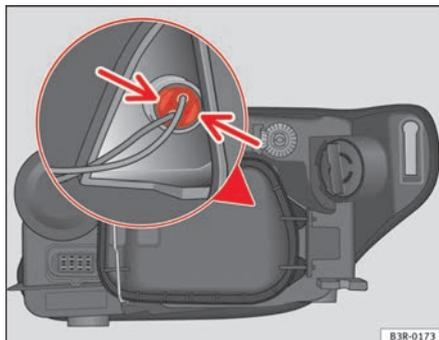

Fig. 207 Feu de position (côté extérieur véhicule)
- Pressez légèrement les languettes du support d'ampoules ⇒ fig. 207 et tirez vers le couvercle (il peut également s'extraire en tirant sur les câbles du support d'ampoules).